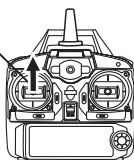

图1
2. 打开遥控器电源开关，将油门操纵杆由最低位置推到顶（图1），再拉到最低端（图2），遥控器状态指示灯快速闪烁，发出对码信号和直升机进行对码。